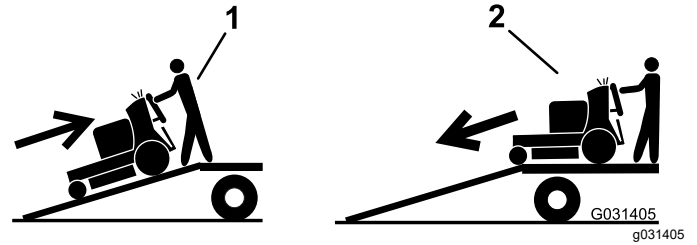

Figura 29
5. Suba la máquina por la rampa en marcha atrás (Figura 29).